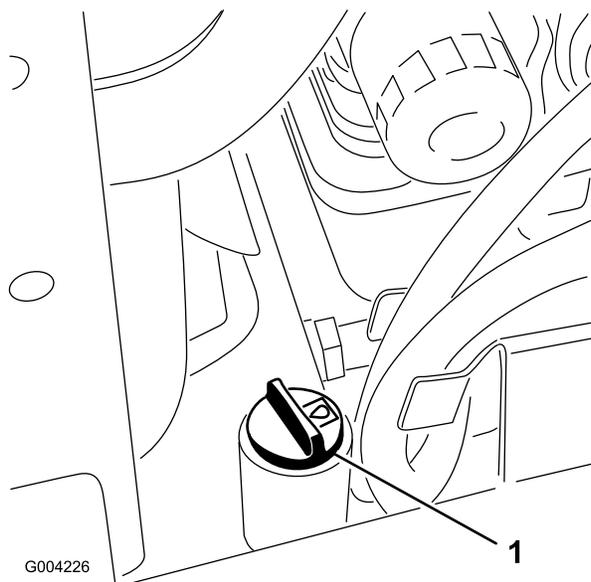

図 59
5. 油圧オイルタンクの注油口の周囲をきれいに拭く 図 59。